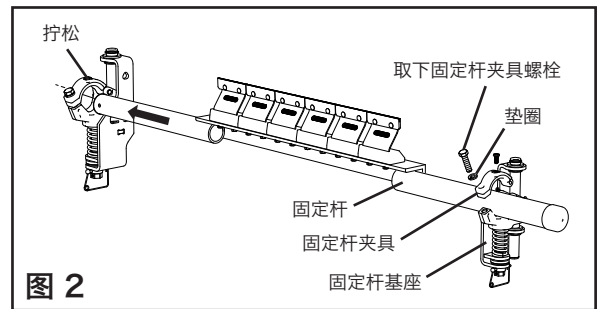

图 2
2. **安装固定杆。**从输送机近侧的张紧装置中取下固定杆夹具螺栓并抬起或取下固定杆夹具的上半部分，然后松开另一侧的固定杆夹具螺栓。将固定杆滑入输送机，并穿过松开的固定杆夹具，然后将固定杆的近端放入固定杆夹具的剩余部分 (图 2)。将固定杆夹具的上半部分放回原位，重新安装螺栓，然后用手拧紧两个螺栓。